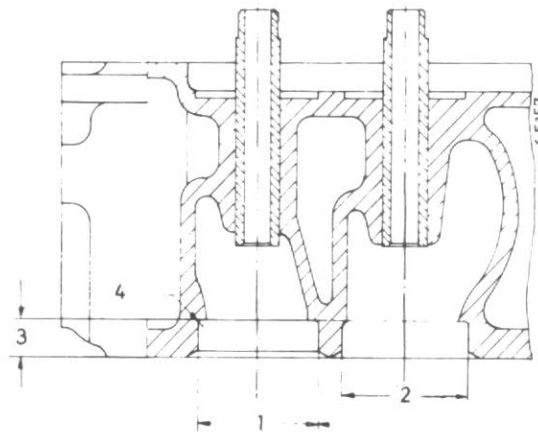

Figure 27
Admission	Diamètre de l'embranchement (2) fig. 27
Le diamètre des alésages (1) et (2) fig. 27 doit être à angle droit et concentrique par rapport à l'alésage du guide de soupape à 0,10 mm sur un tour complet au comparateur.